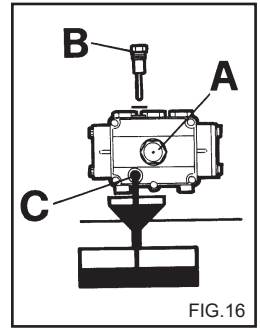

FIG.16
2) Desatarraxe a tampa com a vareta de controlo do nível (fig. 16).
Limpe o filtro de água, removendo as eventuais impurezas, a intervalos regulares (fig. 16).